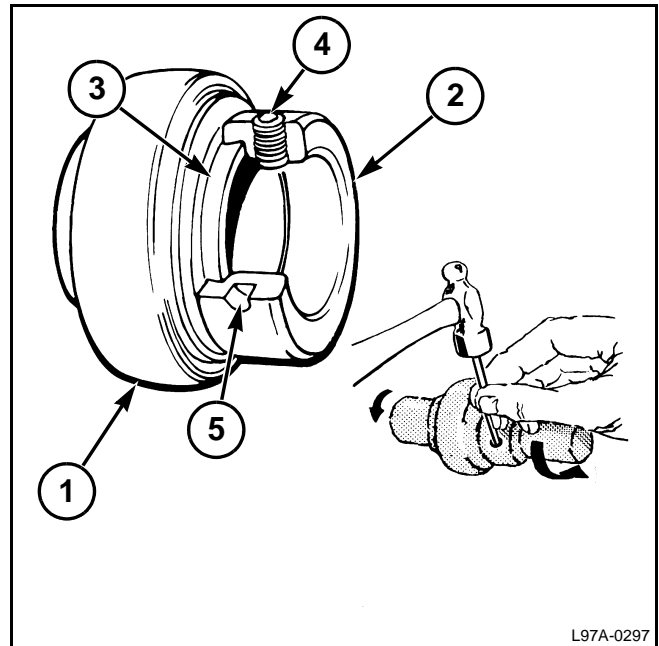

FIG. 20
FIG. 20: El cojinete (1) se mantiene en posición en el eje mediante un collar de bloqueo (2). El collar de bloqueo tiene un abocardado excéntrico. Cuando se arma el cojinete, este abocardado se conecta al extremo excéntrico de su anillo de bolas interior (3). El collar de bloqueo se gira en el cojinete para trabar el dispositivo en el eje. El dispositivo sujeta el eje firmemente mediante una acción de traba positiva que aumenta con el uso. Un tornillo de ajuste (4) en el collar de bloqueo ejerce presión de bloqueo adicional.